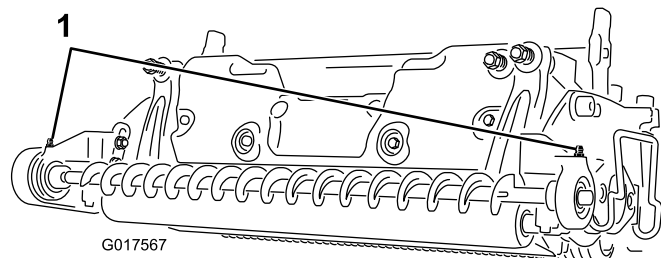

図 22
3. 異物を入れてしまわないよう、グリスフィッティングをきれいに拭く 図 22